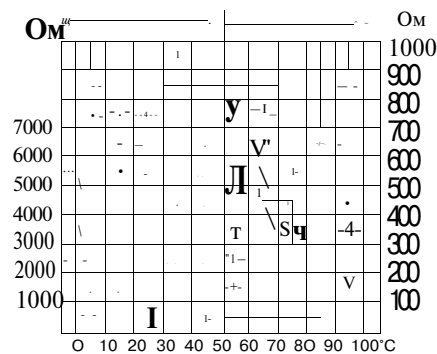

Рис. 9.2. Температурная зависимость датчика температуры поступающего воздуха
- 2 Подсоедините омметр между клеммами 1 и 4 и убедитесь, что сопротивление датчика температуры поступающего воздуха соответствует температуре окружающего воздуха (см. рис. 9.2).